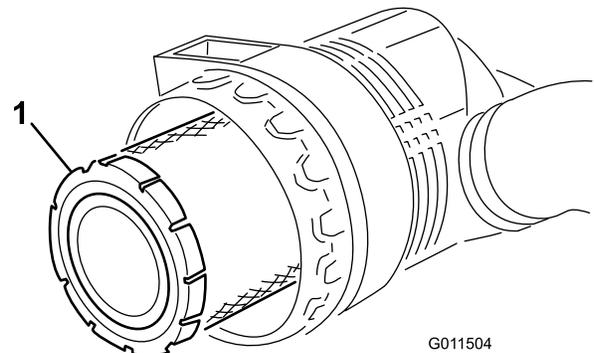

Figura 56
3. Retire y cambie el filtro primario (Figura 56).